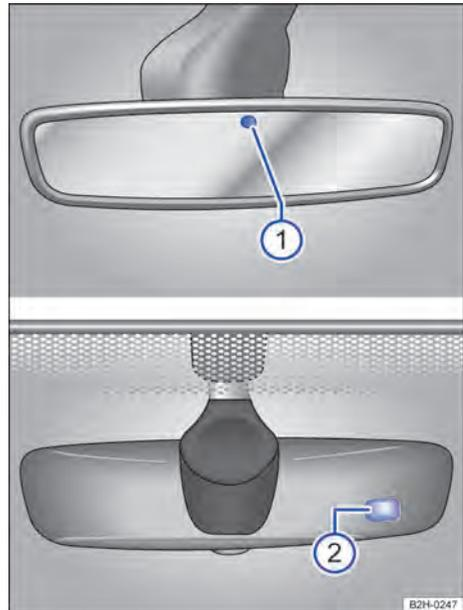

Fig. 80 No para-brisa: espelho retrovisor interno com antiofuscante automático.
Com a ignição ligada, os sensores medem a incidência de luz por trás → Fig. 80 ① e pela frente ②.